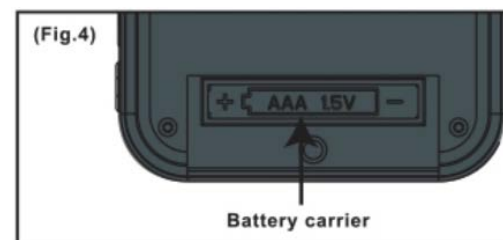

Abbildung 4: Batteriefach
- Entfernen Sie die Batterieabdeckung auf der Rückseite des Thermometers mit einem Kreuzschlitzschraubendreher (Abb. 4).